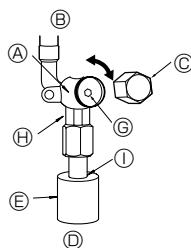
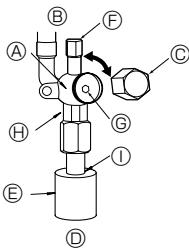

Fig. 4-5
Fig. 4-6
(1) Сторона с газом P100-P140 (Fig. 4-5)
- ① Снимите колпачок и поверните шток золотника против часовой стрелки до упора, используя для этой цели 5 мм шестиугольный гаечный ключ. Прекратите поворачивать шток в момент, когда тот достигнет стопора. (ø15,88: Приблизительно 13 оборотов)
(2) Сторона с жидкостью P100-P140 (Fig. 4-6)
- ① Снимите колпачок и поверните шток золотника против часовой стрелки до упора, используя для этой цели 4 мм шестиугольный гаечный ключ. Прекратите поворачивать шток в момент, когда тот достигнет стопора. (ø9,52: Приблизительно 10 оборотов)